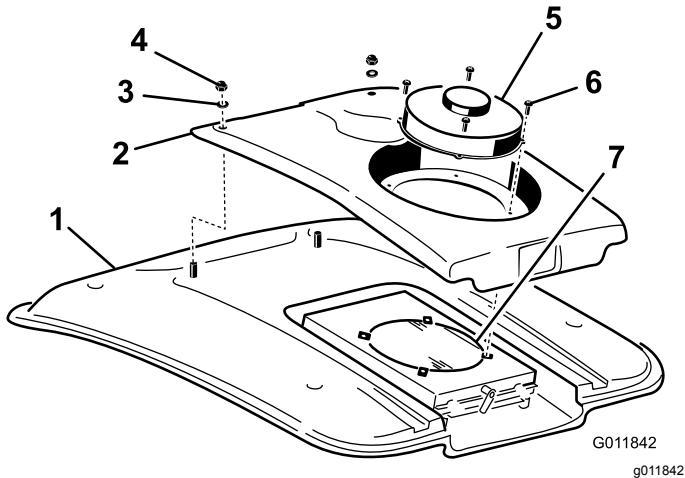

Bild 114
2. Entfernen Sie die (4) Schrauben, mit denen der Lüfter und die Kondensatorabdeckung an der Lüfterbefestigung befestigt ist (Bild 114).
4. Entfernen Sie die zwei Schrauben und Scheiben, mit denen die Vorderseite der Kondensatorabdeckung am Kabinendach befestigt ist (Bild 114).
8. Reinigen Sie den Klimaanlage-Kondensator gründlich mit Druckluft (Bild 114).